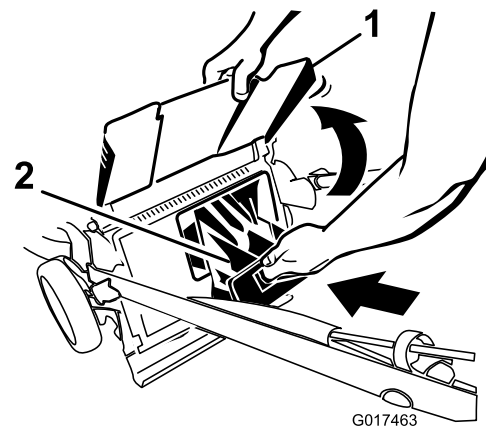
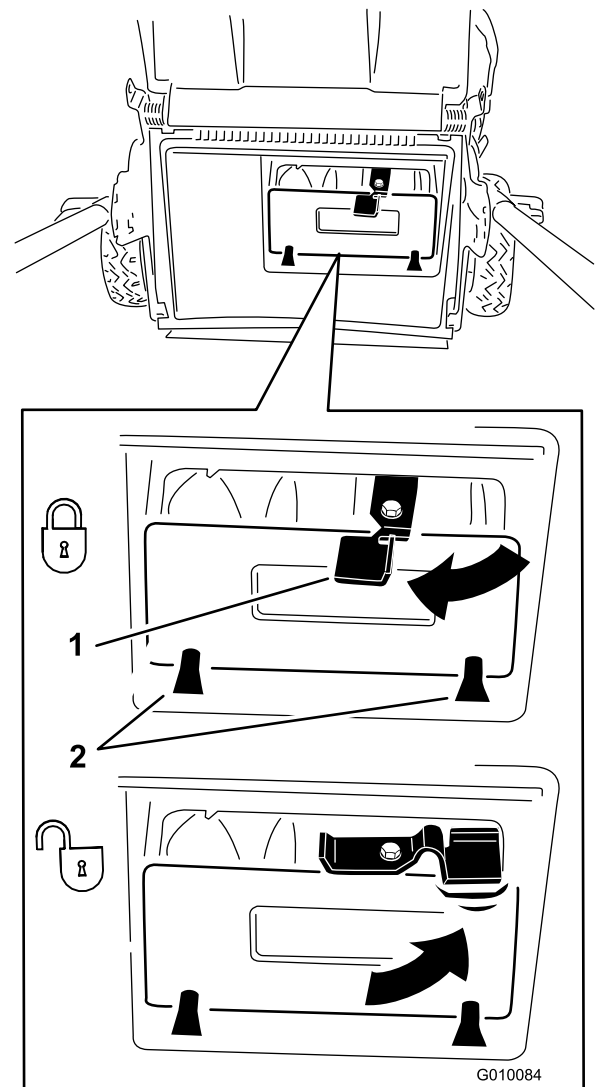

Figura 24
Figura 25
**Importante:** Asegúrese de que el tapón de descarga trasera está bloqueado en su sitio. Para bloquear el tapón: Levante la puerta de descarga (Figura 24), introduzca el tapón y presione firmemente hasta que encaje detrás de las pestañas, y gire la palanca del tapón a la izquierda (Figura 25).
**Nota:** Para desbloquear el tapón, gire la palanca del tapón a la derecha (Figura 25).